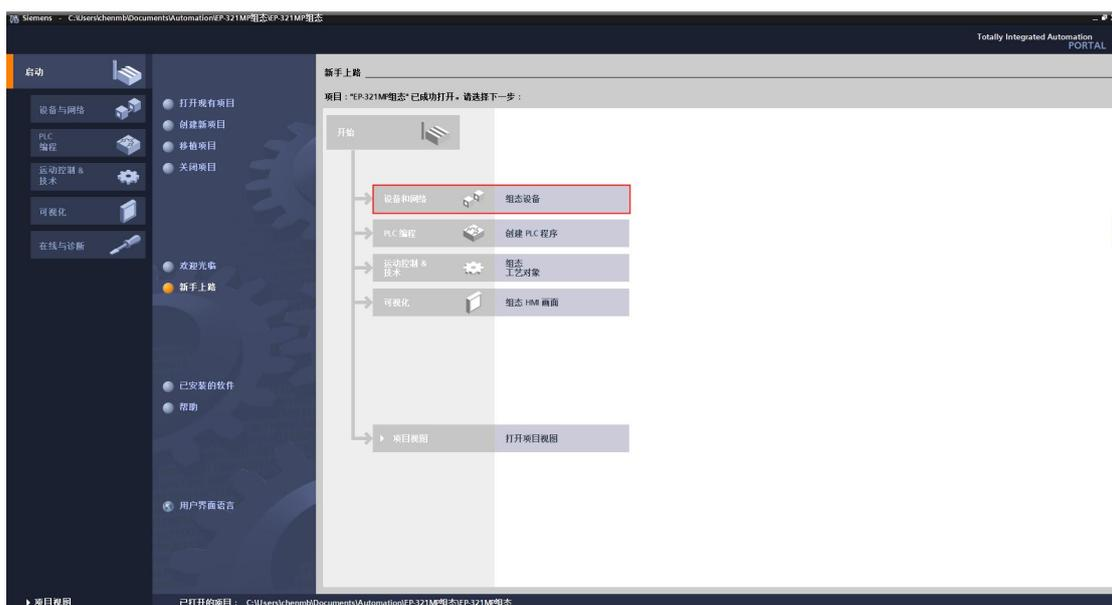
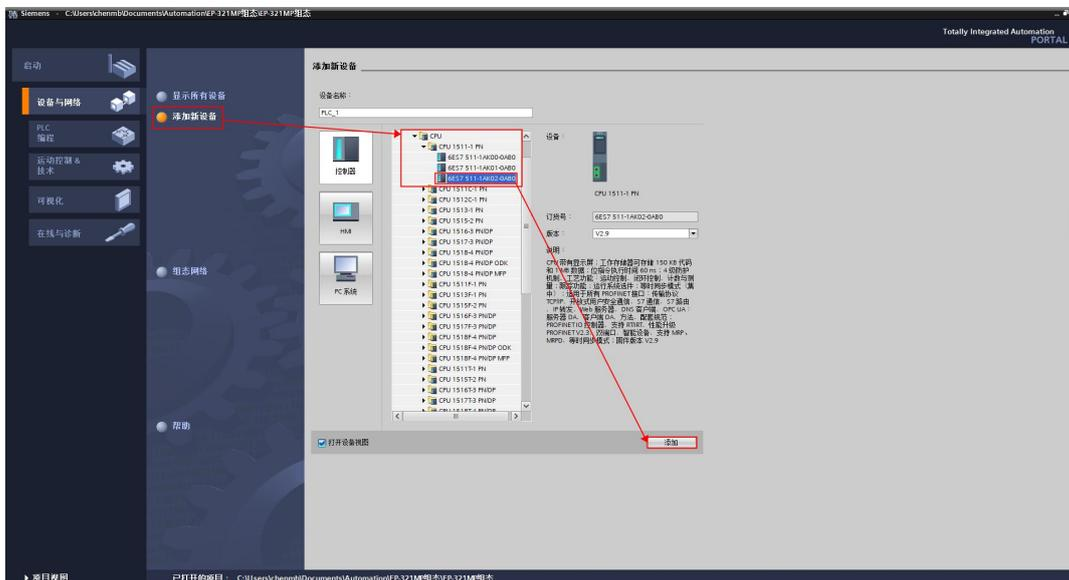
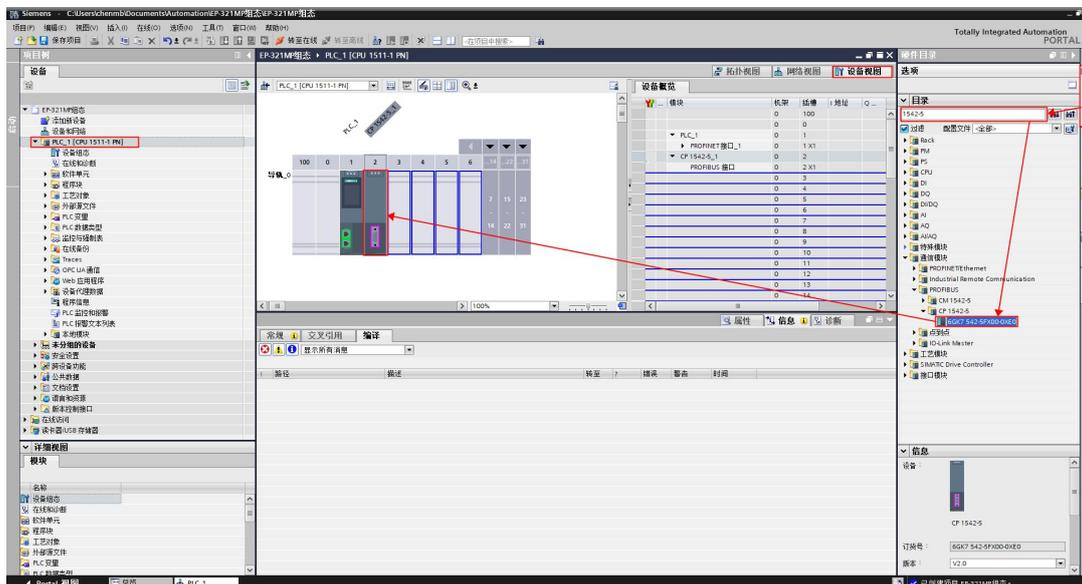

图 2 组态设备
图 3 添加 CPU 型号
图 4 添加 CP 1542-5 DP 主站模块
2. 创建完成后, 点击“组态设备”, 如图 2 所示:
3. 进入新的界面后点击左侧添加新设备，如图 2 所示；在设备选择菜单中选择 PLC 设备型号，以 S7-1511 为例，设定 CPU 类型，选择对应的订货号，控制器>SIMATIC S7-1500>CPU>CPU 1511-1PN>6ES7 511-1AK02-0AB0 如图 3 所示：
4. 点击图 3 中右下角“添加”，在新界面打开硬件目录，搜索 1542-5，选择 CP 1542-5 模块并双击使其加入设备视图中，如图 4 所示：